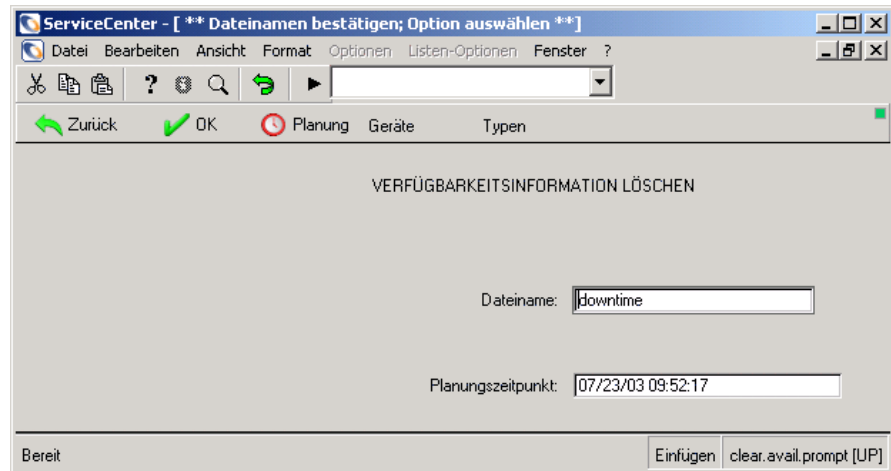

Abbildung 4-31: Zurücksetzen von Ausfalldatensätzen für ein Gerät
- 1 Klicken Sie im ServiceCenter-Startmenü auf **Incident Management**. Klicken Sie auf das Register **Werkzeuge**. Klicken Sie auf **Ausfallzeiten zurücksetzen**. Abbildung 4-31 zeigt das Formular **Verfügbarkeitsinformation löschen**.
- 1 Klicken Sie im ServiceCenter-Startmenü auf **Incident Management**. Klicken Sie auf das Register **Werkzeuge**. Klicken Sie auf **Übersicht erzeugen/aktualisieren**. Abbildung 4-31 zeigt das Formular **Verfügbarkeitsinformation löschen**.